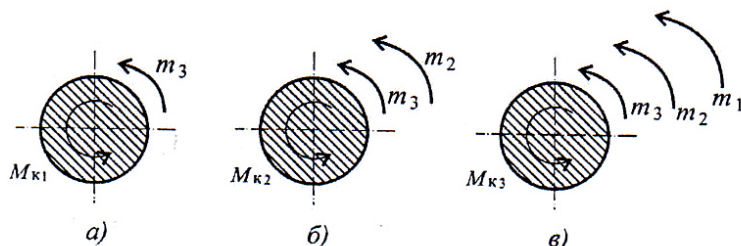

Рис. 33
1. Пользуясь методом сечений, определяем крутящие моменты на участках вала (рис. 33).
Сечение 1 (рис. 33 а): $M_{K1} = m_3 = 400 \text{ Н·м}$.
Сечение 2 (рис. 33 б): $M_{K2} = m_3 + m_2 = 800 \text{ Н·м}$.
Сечение 3 (рис. 33 в): $M_{K3} = m_3 + m_2 + m_1 = 1000 \text{ Н·м}$.
Максимальное значение крутящего момента на валу в этом случае 1000 Н·м (рис. 33).